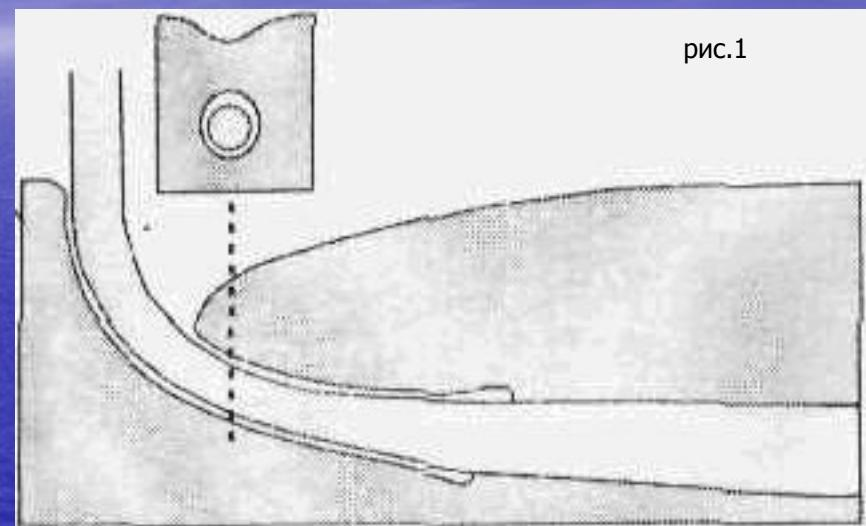

рис.1
- При погружении в жидкость струйка увлекает за собой воздух рис.1.